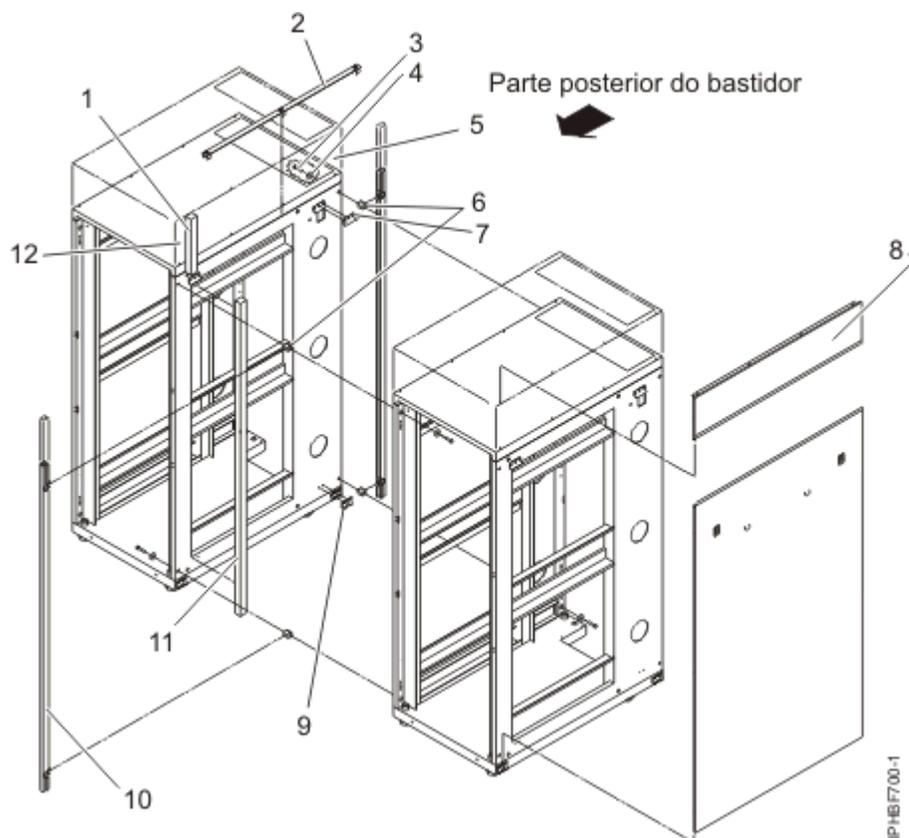

Figura 18. Remover os painéis laterais, suportes em Z e em J e instalar apoios e a barra maior de espuma para ligar vários bastidores
4. Instale os primeiros dois apoios no canto superior esquerdo e canto inferior direito do primeiro bastidor do modo indicado na Figura 18 na página 25.
5. Instale os segundos dois apoios no canto superior esquerdo e canto inferior direito do segundo bastidor do modo indicado na Figura 18 na página 25.
6. Adicione a barra maior de espuma do modo indicado na Figura 18 na página 25. No bastidor modelo T42, junte a barra mais pequena de espuma à extremidade da barra maior de espuma e faça-a aderir ao longo do comprimento da estrutura do bastidor.